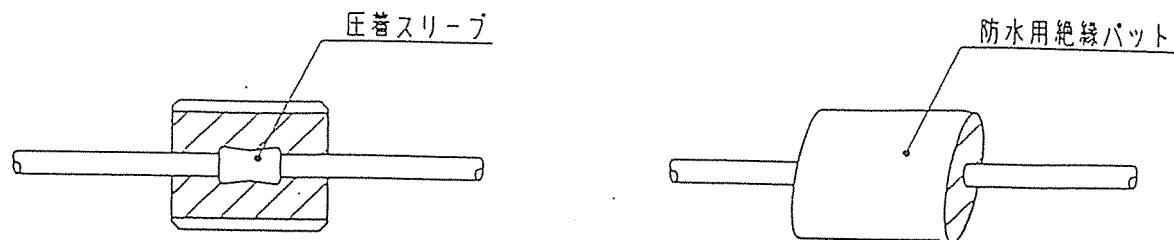

図9
- (2) スイッチは、できるだけ、スナップアクションのもの、またはリレーを使用してください。
- (3) 電気設備保安のために制御回路側にはヒューズ、漏電ブレーカなどの遮断器をご使用ください。
- (4) 配線用電線は、公称断面積 0.75mm^2 以上のものをご使用ください。また、リード線には無理な力が加わらないようにしてください。
(5) AC・DCコイルとも極性はありません。(ACコイルは整流器(半波)内蔵し、DC駆動しています。) リード線・端子箱の接続を図9~図11に示してありますので、各々のタイプに合った接続をしてください。